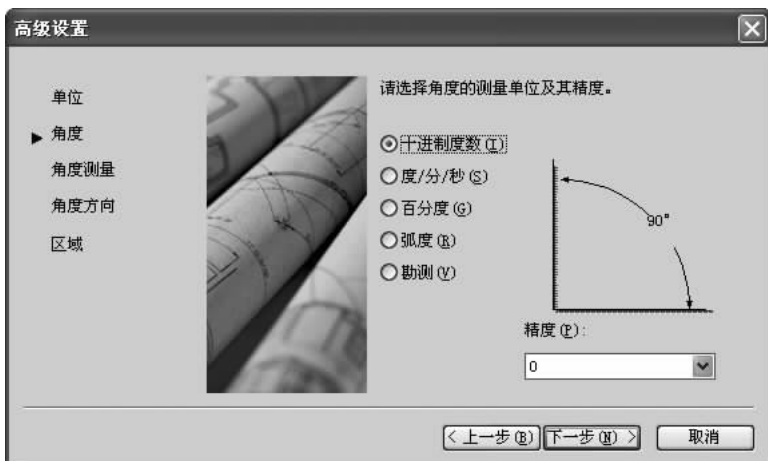

图 1-29 设置角度测量单位及其精度
③ 测量单位设置完成后，单击【下一步】按钮，打开设置角度测量单位及其精度的【高级设置】对话框，如图 1-29 所示。